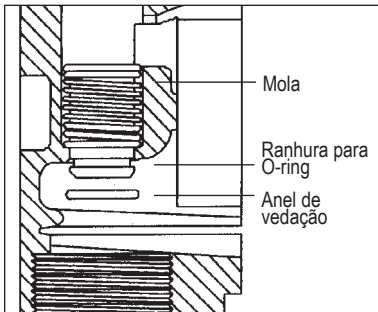

Figura 10
- b. Remova o anel de vedação com uma pequena chave de fenda ou ferramenta similar. Tome cuidado para não danificar o gatilho ou o O-ring. (Figura 10)
- Para montar, coloque a mola e o gatilho na cavidade do gatilho pela porta de saída superior. Comprima o gatilho na carcaça até que ele apareça na câmara inferior. (veja a Figura 10) Cubra levemente o anel de vedação com graxa e deslize sobre a cabeça do gatilho. Verifique se o anel está bem assentado.